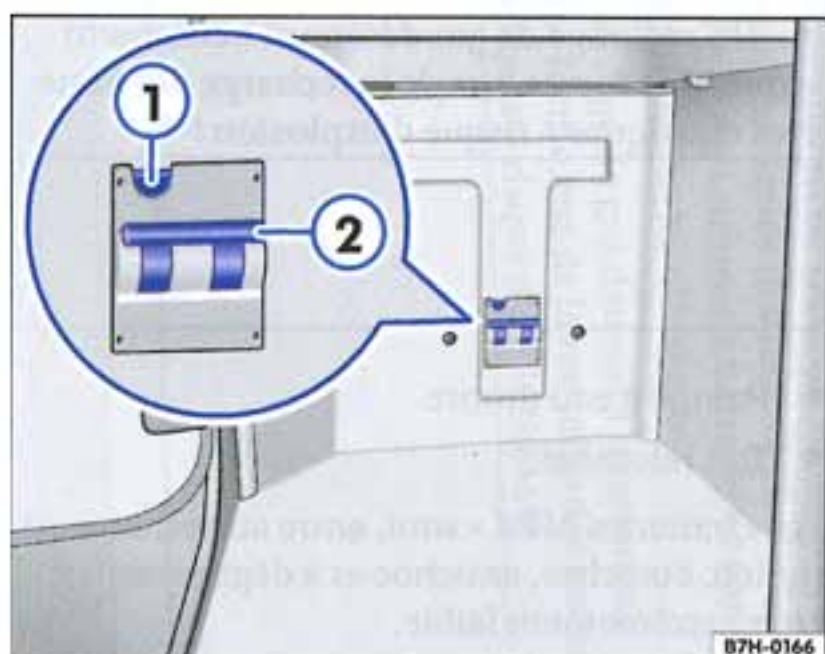

Fig. 5 Dans la lingère (à l'arrière gauche du véhicule) : disjoncteur différentiel enclenché avec touche de contrôle ① et pontet d'enclenchement ②
Appuyez sur la touche de contrôle ⇒ fig. 5 ①, le pontet d'enclenchement ② doit alors sauter vers le bas. Pour réenclencher le disjoncteur différentiel, soulevez le pontet d'enclenchement jusqu'en position haute.